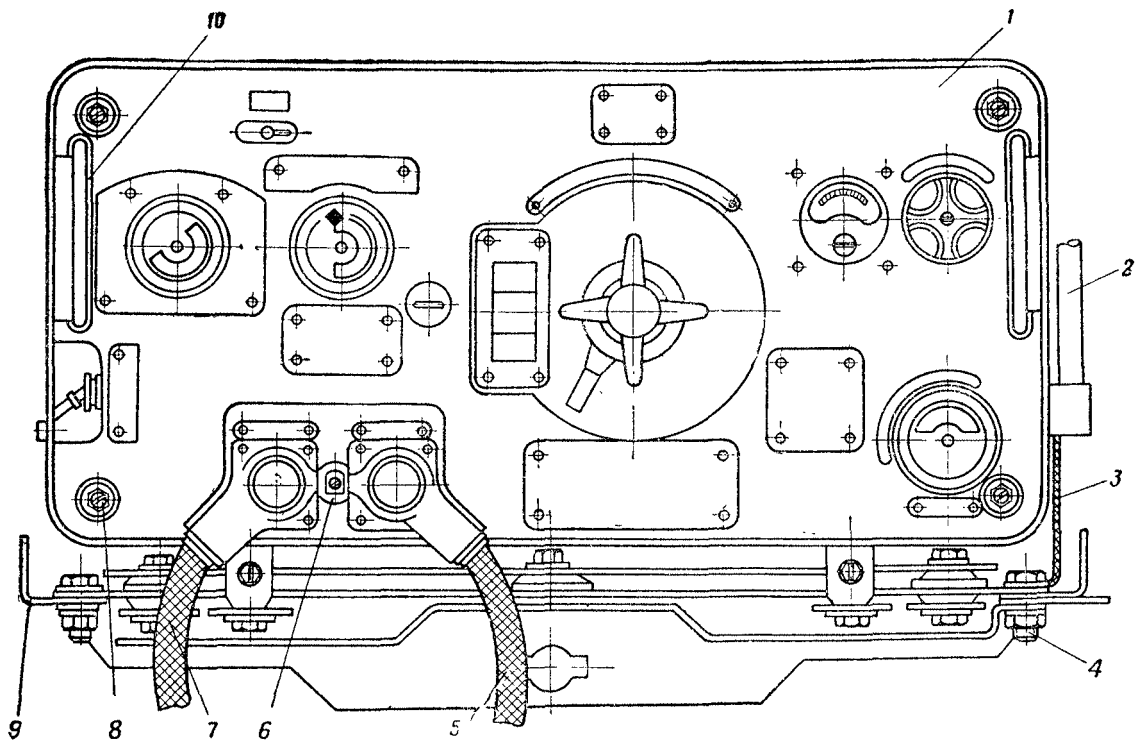

Рис. 77. Установка приемопередатчика:
2. Вывернуть винт стопора кабеля 2 (рис. 77) и отсоединить кабель от приемопередатчика 1.
1. Установить приемопередатчик 1 (рис. 77) на кронштейн и закрепить его болтами 4 и гайками с плоскими и пружинными шайбами, подложив под головку правого болта наконечник провода 3.